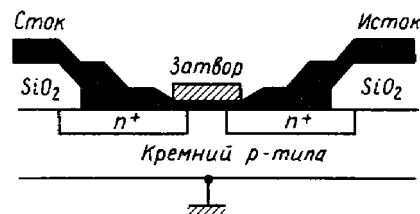

Рис. 1. Полевой МОП-транзистор с индуцированным  $n$ -каналом
10. Полевой МОП-транзистор с индуцированным  $n$ -каналом, изображенный на рис. 1, изготовлен на подложке с концентрацией примесей  $N_a = 10^{15}$  см-3. Путем имплантации атомов бора концентрация доводится до  $N_a = 2 \cdot 10^{16}$  см-3; на границе канала в результате диффузии устанавливается концентрация акцепторной примеси  $N_a \approx 10^{17}$  см-3. Толщина слоя подзатворного диэлектрика 0,1 мкм. Вычислите пороговое напряжение и обсудите полученный результат.